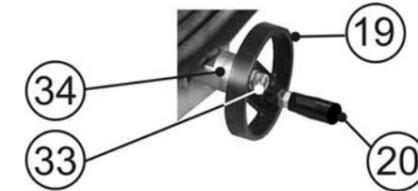

Рис.6
9.4.1. Подача стола должна осуществляться равномерно и плавно, лимб (34), Рис.6, должен поворачиваться вместе с маховиком.
9.4.2. В случае возникновения затруднения движения, проверьте, возможно, между сопряженными поверхностями попала стружка. Отвинтите винт (33), закрепляющий маховик (19), снимите маховик (19) и лимб со шкалой (34), Рис.6.